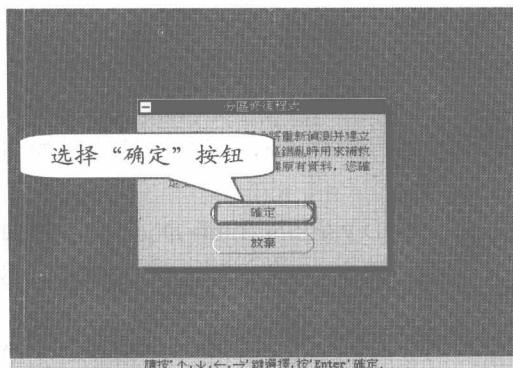

图 7-18 “分区修复程序”界面
步骤① 制作一个 MS-DOS 启动 U 盘，并将 diskfix.com 文件复制到 U 盘中。用 MS-DOS 启动 U 盘启动电脑至 DOS 环境下，然后输入 diskfix 命令并按回车键，进入“分区修复程序”界面，如图 7-18 所示。